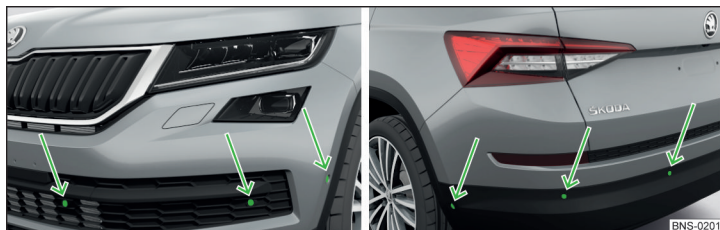

Fig. 266 Lieu d'installation des capteurs sur le côté gauche du véhicule : avant/arrière
- Maintenir les capteurs du système » fig. 266 à la page 235 propres ainsi que dépourvus de toute neige ou glace et ne jamais les recouvrir au risque d'entraver le fonctionnement.
Le système calcule sur la base d'ondes ultrasons la distance entre le pare-chocs et un obstacle. Les ondes ultrasons se trouvent, selon l'équipement du véhicule, dans le pare-chocs arrière ou également dans le pare-chocs avant » fig. 266.